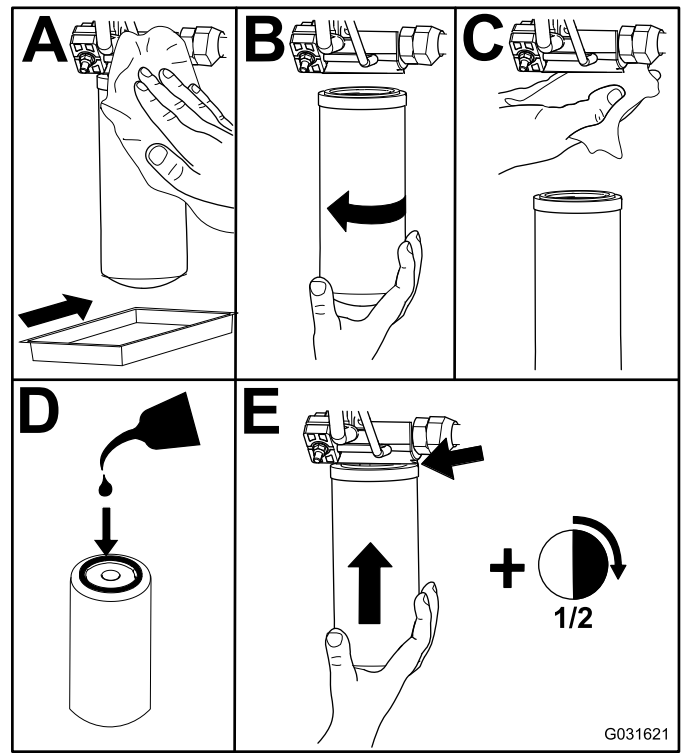

Figura 103
- Sostituire i filtri idraulici (Figura 103).